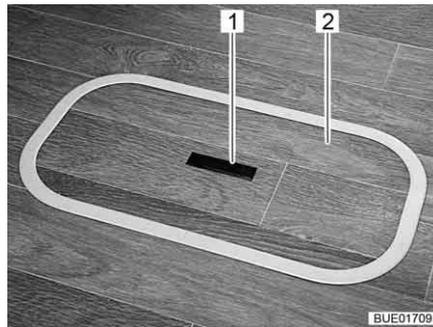
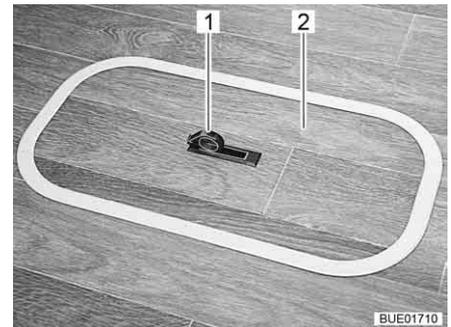

Bild 85 Abdeckung Bodenfach (Griff versenkt)
Bild 86 Abdeckung Bodenfach (Griff herausgeschwenkt)
- Auf einer Seite die Griffplatte (Bild 85,1) nach unten drücken. Der Griff (Bild 86,1) schwenkt nach oben.
- Die Abdeckung (Bild 85,2 bzw. Bild 86,2) nach oben abnehmen.